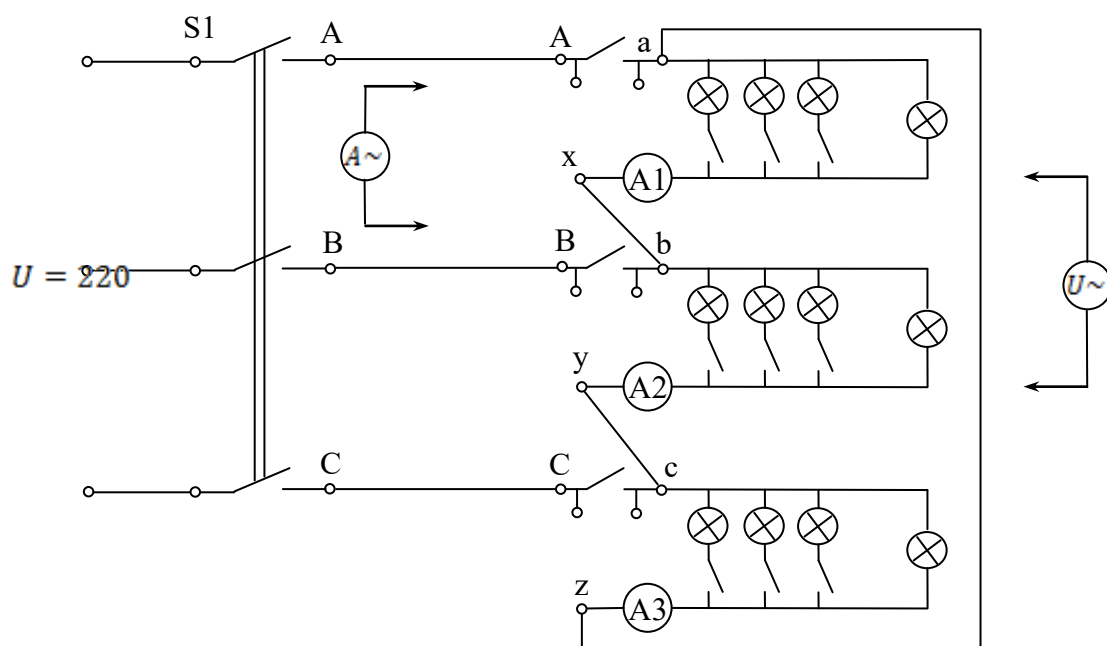

Рис.1. Схема для исследования трёхфазной электрической цепи при соединении приёмников треугольником
2. По схеме (рис.1) приёмник соединить треугольником, для чего замкнуть с помощью проводов следующие точки  $xb$ ,  $yc$ ,  $za$ . и представить собранную цепь для проверки преподавателю.